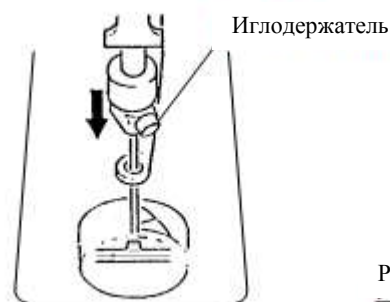

Рис. 4
4. Опустите иглодержатель, нажав на него пальцами (рис. 4).